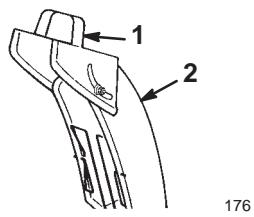

Bild 16
- **Griff für Auswurfkanalblech** (Bild 16)—Bewegen Sie den Griff nach vorne, um den Schneestrom nach unten zu richten, und nach hinten, um den Strom nach oben zu richten.